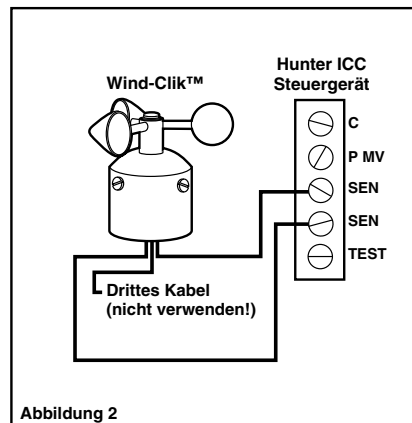

Abbildung 2
3. Schließen Sie ein Kabel an den mit „SEN“ ausgezeichneten Anschluss und das andere an den anderen „SEN“ Anschluss an (s. Abb. 2).